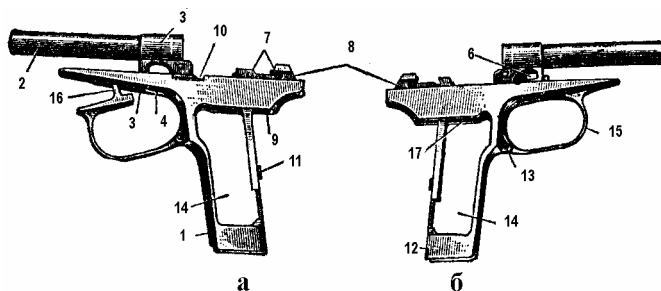

Рис.32. Рамка со стволом и спусковой скобой.
1. Рамка со стволом и спусковой скобой (рис. 32).